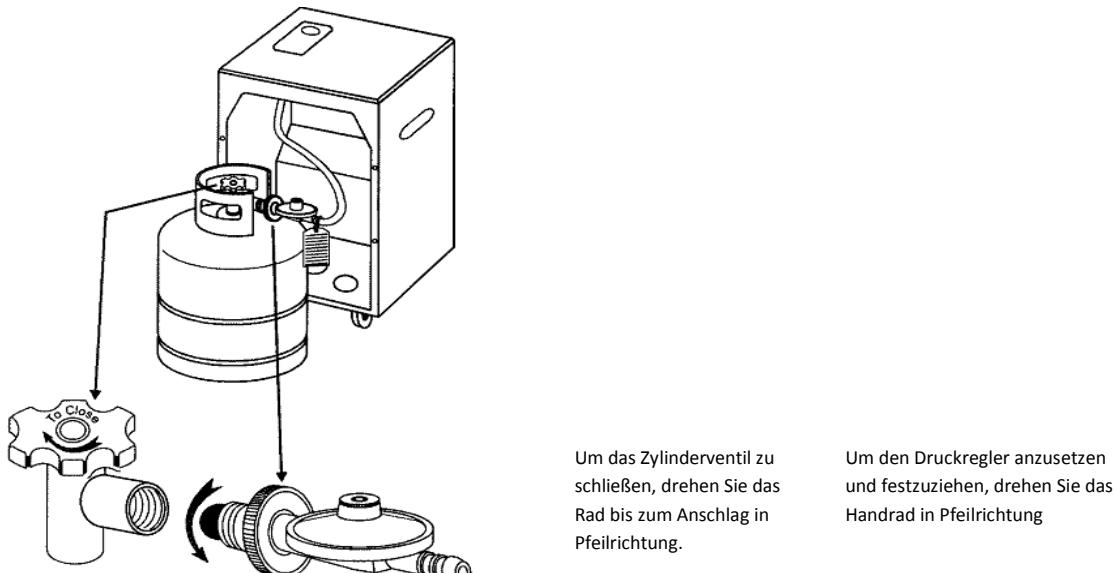

Bild 1
- Schrauben Sie den Druckregler im Gegenuhrzeigersinn auf den Anschluss des Gaszylinderventils. Drehen Sie nur von Hand. Verwenden Sie keine Zange. Schrauben Sie, bis die Mutter fest sitzt (Bild 1).